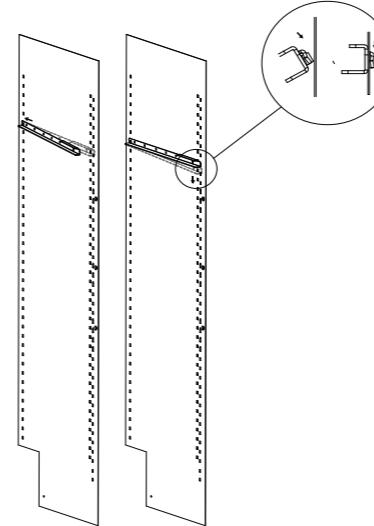
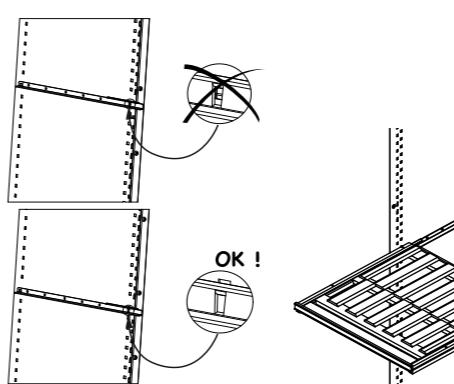

图1
图2
1. 将2个滑条插入酒架支撑带中。每个酒架左右侧各安装一个滑条（见图1）。确保滑条正确地固定在壳体内（见图2）。
1. 将2个滑条插入酒架支撑带中。每个酒架左右侧各安装一个滑条（见图1及图2）。
- 将滑条插入酒架支撑带要求位置上（见图1和2）；